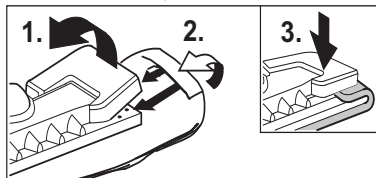

Рис. 11 Натягивание тряпки для мойки полов
- Прикрепите тряпку для мытья полов (H3) к форсунке для мытья полов (H1). Для этого сложите тряпку по ее длине пополам и поставьте на нее форсунку для мытья полов. Затем заведите выступающие концы тряпки один за другим под зажимы (H2) (см. рис. 11)